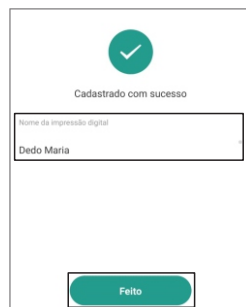

Figura 21
8. Ao finalizar o processo, você será solicitado a dar um nome para a biometria cadastrada. Insira um nome descritivo para identificação (figura 21).
9. Por fim, clique no botão **"Feito"** para concluir o cadastro da biometria (figura 21).